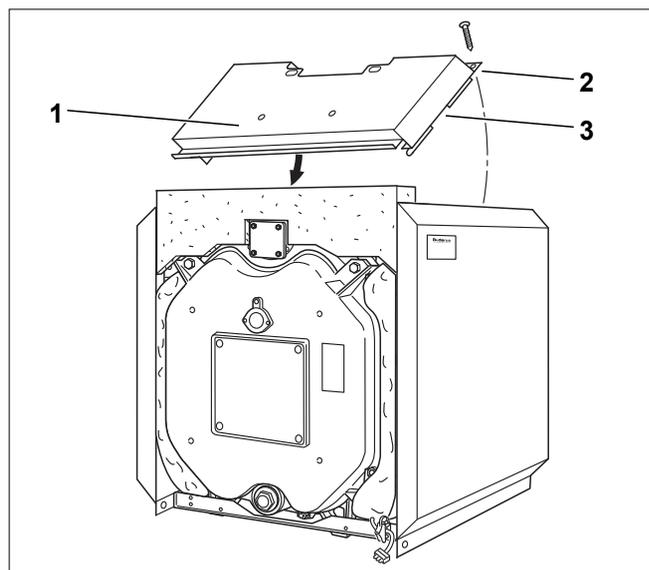

Рис. 36 Монтаж передней крышки
- ▶ Уложите переднюю крышку (рис. 36, [1]) между боковыми стенками так, чтобы вырез (рис. 36, [3]) вошёл в траверсу.
- ▶ Закрепите крышку сзади саморезами (рис. 36, [2]) к боковым стенкам.